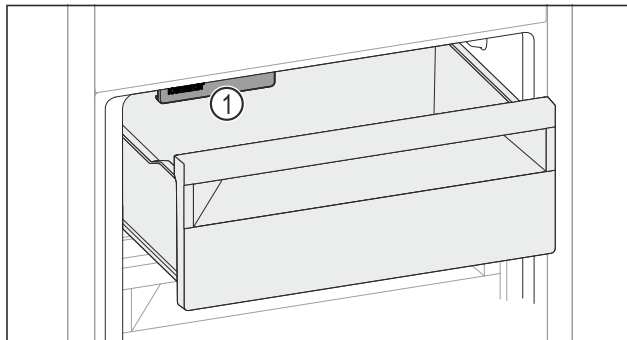

Fig. 217
- Mbani parasysh IceMaker Fig. 217 (1).